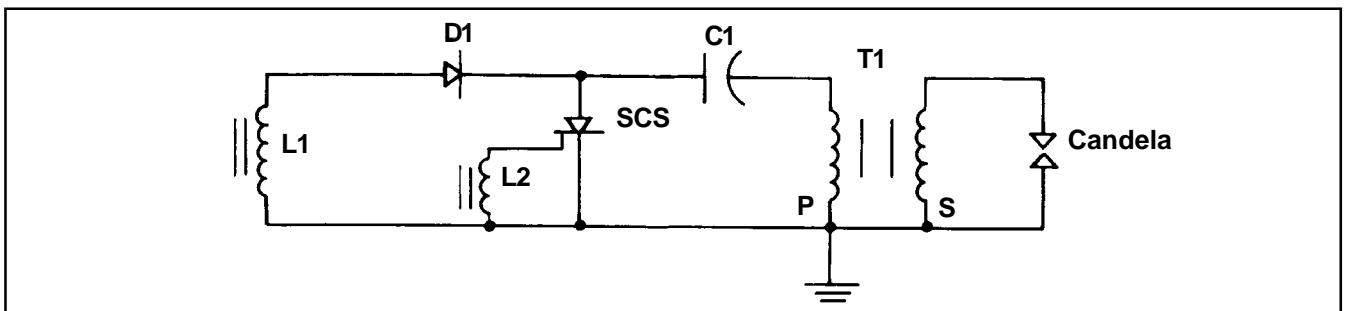
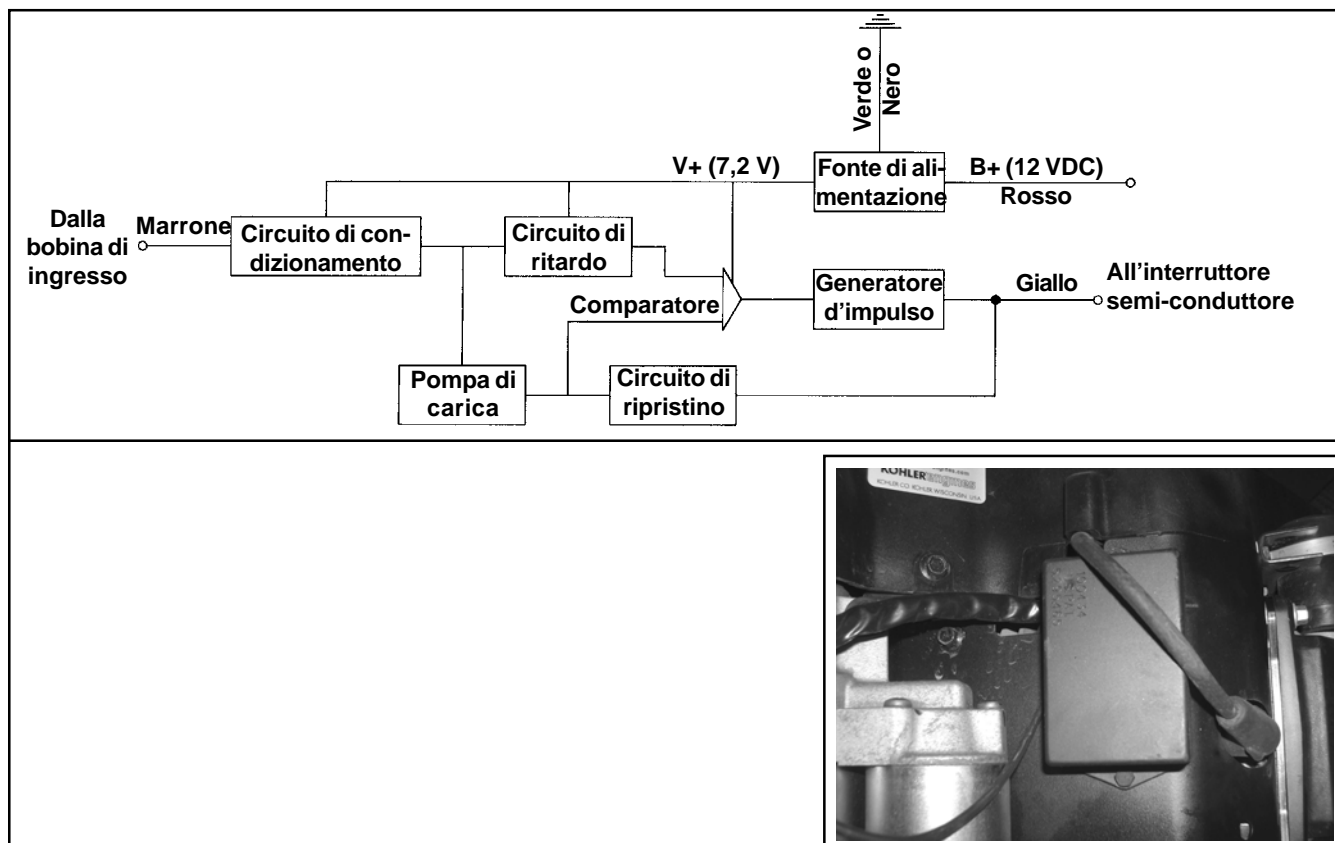

Figura 8-5. Schema del modulo di accensione a scarica capacitiva.
Figura 8-7. Diagramma a blocchi - Modulo di anticipo scintilla.
- Un modulo di anticipo scintilla montato sul carter del motore (Figura 8-7).
Funzionamento: Il modulo di accensione di questo impianto funziona allo stesso modo del modulo a fasatura fissa, ma il circuito di attivazione del semiconduttore (L2, Figura 8-5) è sostituito dal modulo di anticipo scintilla (Figura 8-7).
Gli impulsi generati dalla bobina di accensione del modulo di accensione (L1, Figura 8-5) vengono forniti in ingresso al circuito di condizionamento. Il circuito di condizionamento trasforma questo impulso in una forma utilizzabile dai circuiti aggiuntivi. L'impulso avvia la pompa di carica, che carica un condensatore in modo lineare e direttamente proporzionale alla velocità del motore. Al contempo, l'impulso ripristina il circuito di ritardo per la modulazione di lunghezza dell'impulso. Nel frattempo, il comparatore è spento e non viene generata alcuna uscita. Non appena l'impulso originale ritorna a zero, il condensatore nel circuito di ritardo inizia a caricarsi.
Quando la carica sul condensatore di ritardo supera quella sul condensatore della pompa di carica, il comparatore cambia stato attivando il generatore d'impulso. L'impulso attiva il semiconduttore del modulo di accensione CD. L'energia viene quindi trasferita al secondario del trasformatore di uscita (T1, Figura 8-5). L'impulso ad alta tensione generato viene fornito alla candela, il cui arco colma la luce dell'elettrodo ed accende la miscela aria/carburante nella camera di combustione. Non appena generato l'impulso, tutti i circuiti associati vengono ripristinati ed i relativi condensatori si scaricano. Più tempo impiega il circuito di ritardo per superare la tensione del condensatore della pompa di carica, più tardi verrà generato l'impulso di attivazione, ritardando di conseguenza la fasatura.